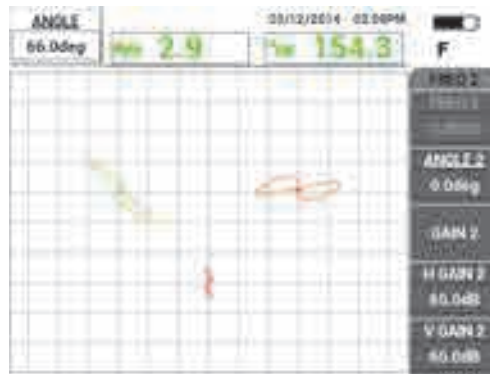

Рис. 5-136 Настройка фазы сигнала частоты 1
3. Нажмите клавишу ANGLE (), настройте сигнал частоты 1 (зеленый) так, чтобы сигнал отверстия достиг фазы 40° (см. Рис. 5-136 на стр. 230).